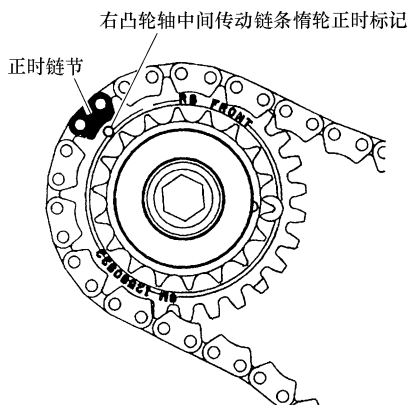

图20-36 右凸轮轴中间传动链条惰轮的正时标记对准正时链节
- 4) 右凸轮轴中间传动链条惰轮的正时标记应对准正时链节，如图 20-36 所示。